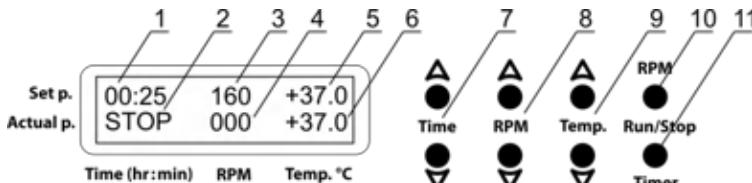

Рисунок 1. Панель управления
- 5.2. Включается дисплей прибора. В верхнем ряду отображается ранее установленное время в часах и минутах (рис. 1/1), скорость в оборотах в минуту (рис. 1/3) и температура в °C (рис. 1/5), в нижнем ряду показываются текущие значения соответствующих параметров: таймер (индикация STOP, рис. 1/2), скорость (рис. 1/4) и температура камеры (рис. 1/6), которая автоматически начинает подниматься согласно выставленной.
- 5.3.1. **Установка времени (Time).** Используя кнопки **▲** и **▼ Time** (рис. 1/7), установите необходимый интервал работы в часах и минутах (шаг 1 мин.).
- 5.3.2. **Установка скорости (RPM/Shaker).** Используя кнопки **▲** и **▼ RPM** (рис. 1/8), установите необходимую скорость перемешивания в оборотах в минуту (шаг 10 об/мин).
- 5.3.3. **Установка температуры (Temp.°C).** Используя кнопки **▲** и **▼ Temp.** (рис. 1/9), установите необходимую температуру в градусах Цельсия (шаг 0,1 °C). Терmostатирование камеры начинается автоматически.
Внимание! Терmostатирование камеры может быть отключено только выставив температуру ниже 25 °C, вручную понизив её кнопкой **▼ Temp.** (рис. 1/9) пока на дисплее в сегменте **Temp.°C** в верхнем ряду не появится индикация OFF.
- 5.4.2. Нажмите кнопку **RPM Run/Stop** (рис. 1/10, на модели **ES-20/60** кнопка подписана как **Shaker Run/Stop**). Платформа начинает движение, таймер запускает отсчёт времени, с точностью в 1 минуту.
- 5.5. **Завершение программы.** По истечению установленного времени, движение платформы прекращается и дисплей отображает мигающую индикацию STOP (рис. 1/2), сопровождая повторяющимся звуковым сигналом, пока не будет нажата кнопка **RPM** или **Shaker Run/Stop**.
- 5.6. Если продолжительность работы не установлена и таймер в верхнем ряду дисплея (рис. 1/1) показывает 00:00, при нажатии кнопки **RPM** или **Shaker Run/Stop** прибор начинает непрерывное движение. На дисплее, сегмент **Time** показывает индикацию OFF в верхнем ряду (рис. 1/1) и таймер отсчёта в нижнем ряду (рис. 1/2). Для остановки платформы, нажмите кнопку **RPM** или **Shaker Run/Stop**.
Внимание! По истечению установленного времени движение платформы прекращается автоматически, но терmostатирование может быть отключено только выставив температуру ниже 25 °C, вручную понизив её кнопкой **▼ Temp.** (рис. 1/9) пока на дисплее в сегменте **Temp.°C** в верхнем ряду не появится индикация OFF.
- 5.7. Таймер можно перезапустить во время работы прибора, при необходимости. Дважды нажмите кнопку **Timer Run/Stop** (рис. 1/11), первый раз для остановки, второй для перезапуска.